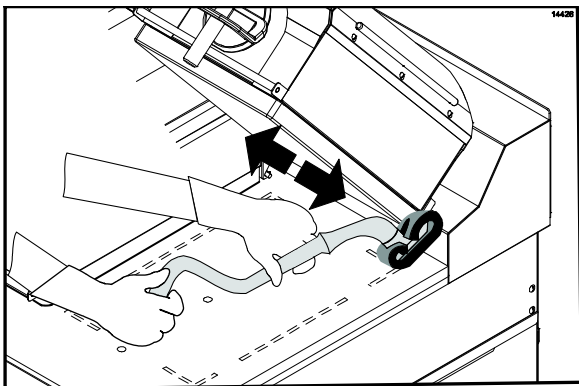

Abbildung 51
18. Die Grillreinigungsflüssigkeit auf die Rückseiten der oberen Grillplatten auftragen, beginnend mit der rechten oberen Grillplatte. (Siehe Abbildung 51.)